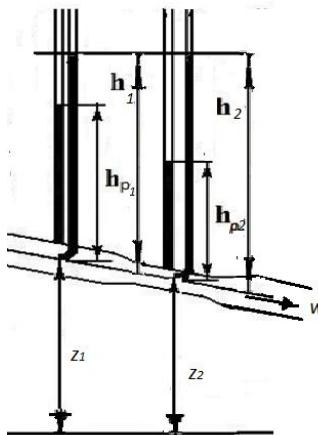

Рис. 6.8
6.19. Вода в количестве 0,04 кг/с движется в трубопроводе переменного сечения ($d_1 = 44$ мм, $d_2 = 22$ мм, $z_1 = 100$ см, $z_2 = 60$ см) (рис. 6.8). Определить показания прямого и изогнутого пьезометров в широком и узком сечениях, если гидростатическое давление в первом сечении $p_1 = 1,05$ бар.
6.20. Вода движется в трубопроводе переменного сечения ($d_1 = 40$ мм, $d_2 = 20$ мм, $z_1 = 100$ см, $z_2 = 50$ см) (рис. 6.8).